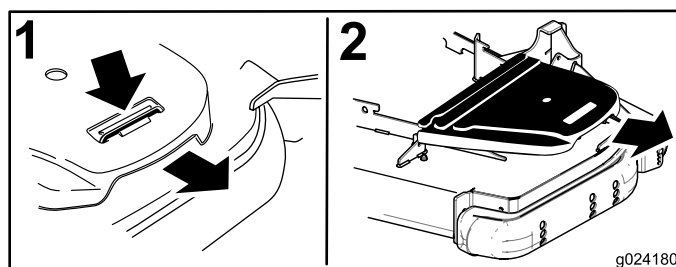

Figure 77
5. Retirez le couvercle de courroie en plastique (Figure 77).
4. Retirez les couvercles de courroie (Figure 77).